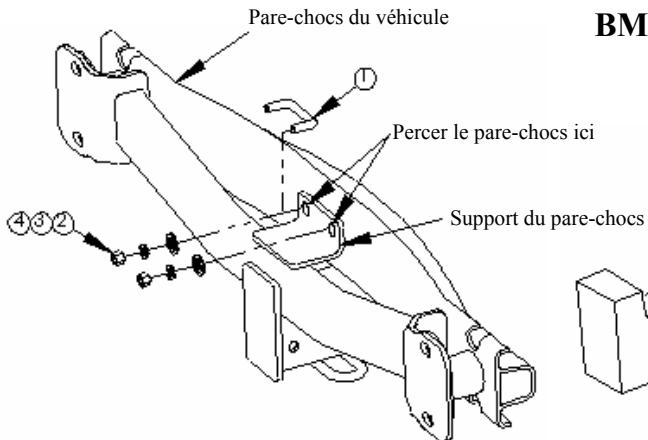

FIGURE 3
①	Qty. (1)	Boulon en U, 3/8 po	③	Qty. (2)	Rondelle frein 3/8 po
②	Qty. (2)	Rondelle conique, 3/8 po	④	Qty. (2)	Écrou hexagonal 3/8 po
4. Attacher l'attelage et le pare-chocs ensemble à l'écart du véhicule. Aligner les trous de montage de l'attelage et du pare-chocs, comme illustré à la Figure 3. S'assurer que le trou taraudé du pare-chocs se trouve du côté passager. Percer deux trous dans le pare-chocs, en utilisant les trous du support de pare-chocs comme gabarit .
5. Insérer le boulon en U dans le support de pare-chocs et le pare-chocs. Fixer en serrant à la main, comme illustré à la Figure 3.